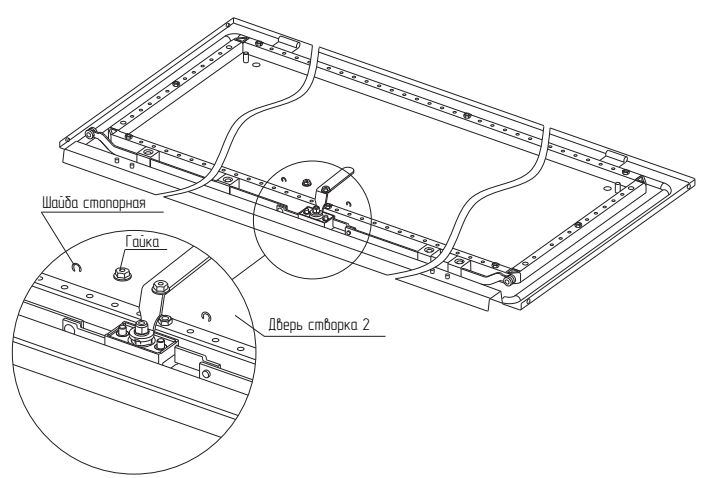

Рисунок 28
4.15.2 Установить замок на шпильки створки 2 двери, закрепить гайками М6 из комплекта, момент затяжки 4 Н·м, надеть ригели двери на направляющие замка и закрепить шайбами стопорными (рисунок 28).